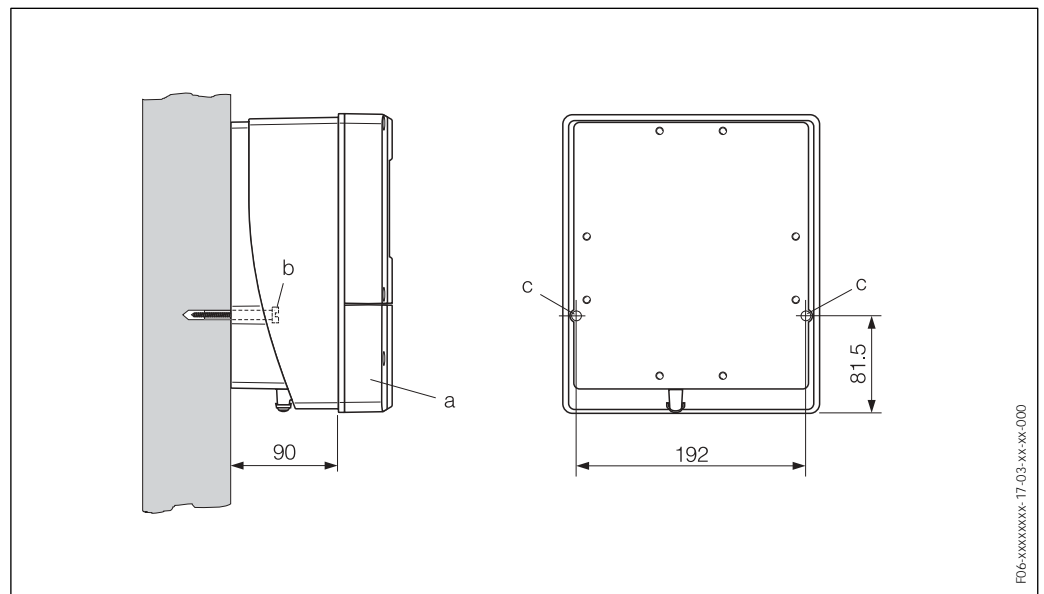

Fig. 25 : Montage mural direct
1. Préparer les perçages selon fig. 25.